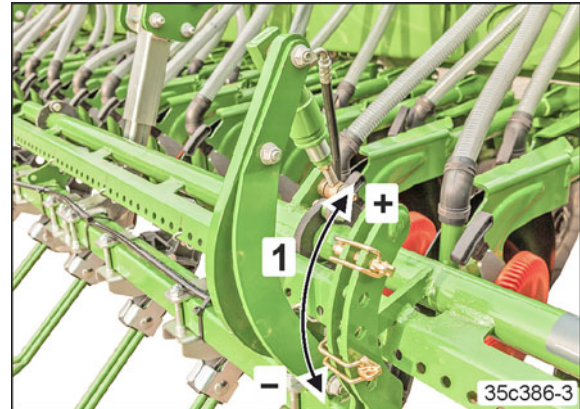

Bild 190
2. Ju högre bultarna stoppas i justeringskulissen (Bild 190/1+) desto högre är efterharvstrycket.